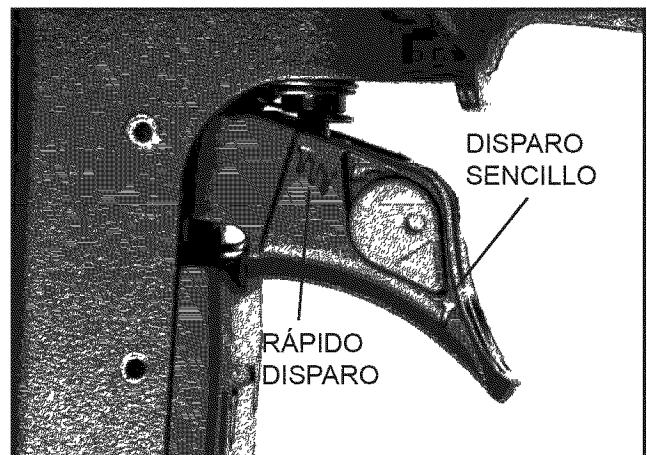

Figura 7– Interruptor de Empuje y Rotación (empujando desde la parte posterior) para seleccionar el modo de operación
- La herramienta está equipada con un interruptor giratorio, el cual puede ajustarse al modo de disparo rápido o de un sólo disparo (Ver la figura 7). Cuando el interruptor esté ajustado al modo de un sólo disparo, la herramienta no conducirá un segundo sujetador hasta que el gatillo esté completamente liberado y jalado de nuevo.